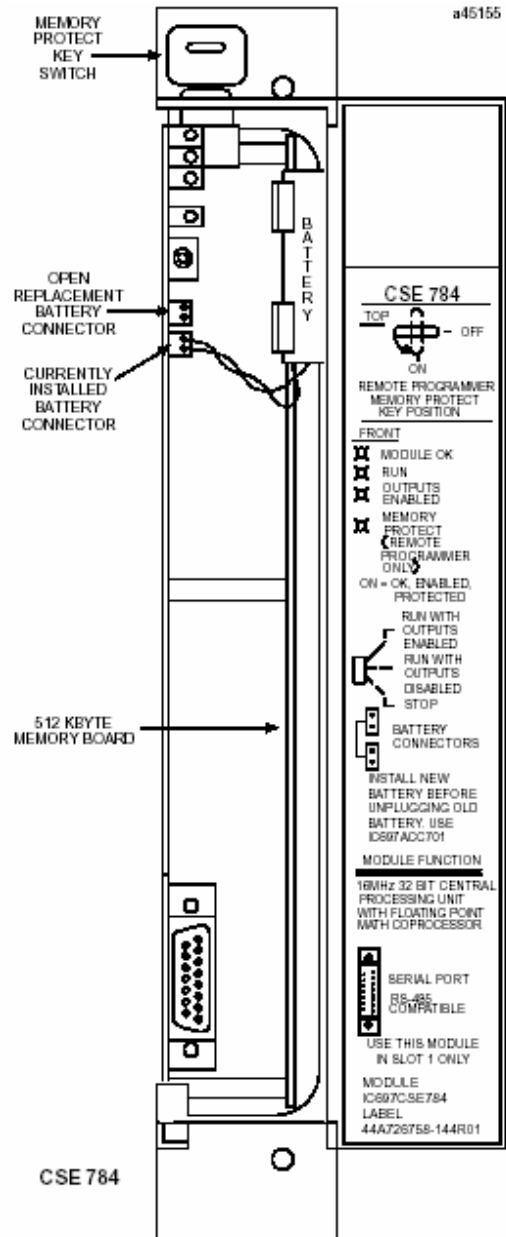

图 2. CSE784主要特征位置
- 安装在机架 0的1槽。(见图2)
15针 D连接器提供和CPU RS-485兼容串行端口的连接如图2所示。